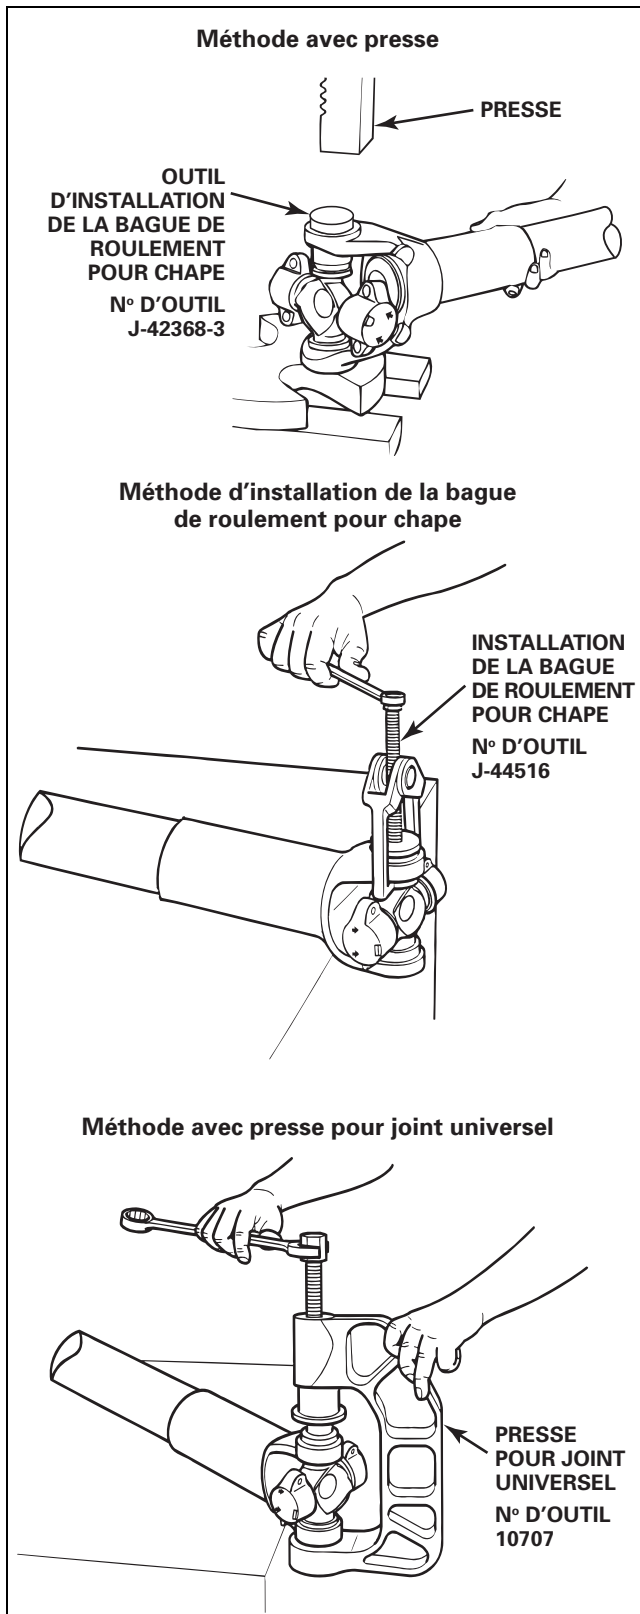

Figure 13
2. Utiliser une presse, un outil d'installation pour bague de roulement de chape (outil n° J-44516) ou une presse pour joint universel (outil n° 10707) pour installer la première bague arrondie de manière à ce qu'elle dépasse légèrement la rainure du segment de retenue. Figure 13. Éviter de trop serrer la bague de roulement, car cela pourrait endommager l'outil d'installation.
6. Utiliser une presse, un outil d'installation pour bague de roulement de chape (outil n° J-44516) ou une presse pour joint universel (outil n° 10707) pour installer la deuxième bague arrondie de manière à ce qu'elle dépasse légèrement la rainure du segment. Figure 13. Veillez vous assurer que la bague est alignée avec le joint universel.